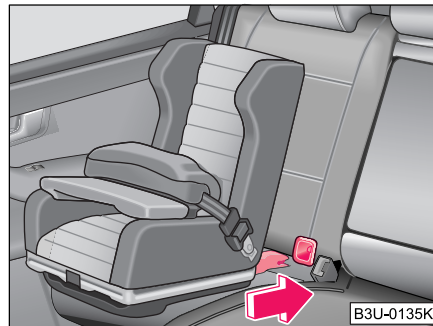

Fig. 114 El asiento infantil ISOFIX se introduce en la cubeta de alojamiento montada
- Introducir los brazos de enclavamiento del asiento infantil, por encima de la cubeta de alojamiento montada, en los anillos de retención hasta que el asiento infantil encastre de forma audible ⇒ **página 144, fig. 114.**